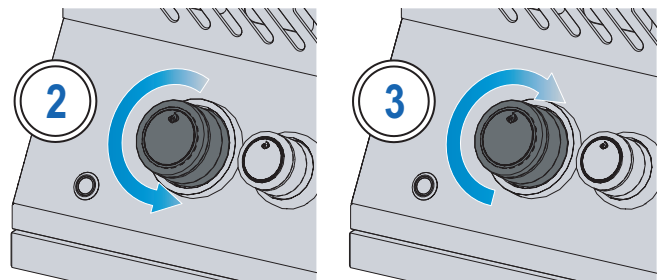

Fig. 1
4. Si el piloto y el quemador no se encienden en 5 segundos, gire la perilla de control en el sentido de las manecillas del reloj hasta la posición APAGADO. Espere 5 minutos para que el gas se disipe. Repita los pasos 2 y 3, o enciéndalo con un fósforo. (Fig. 1).
5. Si el quemador no enciende, regrese la perilla a la posición de apagado, espere 5 minutos y repita los pasos 3 y 4. Si aún no funciona, encienda con un fósforo. (Fig. 1).